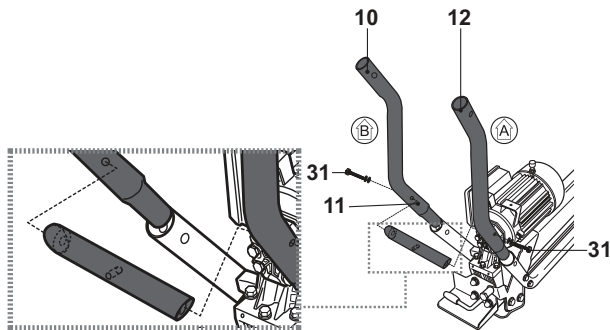

Fig. 2d
- Aligned l'autre barre de liaison [11] entre les pieds A [12] et B [10] et fixez-la avec deux kits de montage [31] (Fig. 2d).